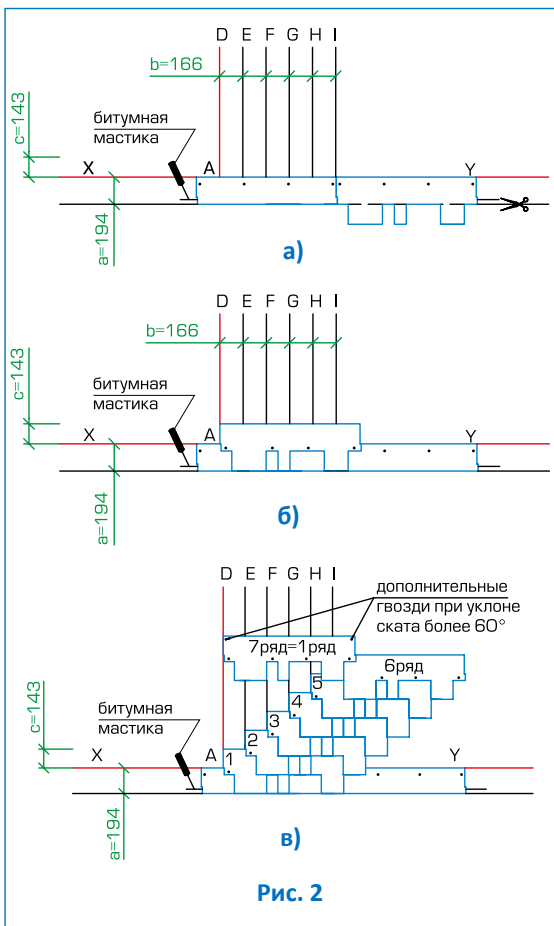

Рис. 2
### Укладка материала (рис. 2)
- Начальный ряд формируется из листов черепицы АЛЬПИН с обрезанными лепестками. Полученные таким образом полосы шириной 19,4 см укладываются по линии карниза в обе стороны от линии I (рис. 2а) и фиксируются по нижнему краю битумной мастикой, а по верхней кромке 4 гвоздями (ось гвоздей на 5 см ниже верхнего края полосы);
- далее первый ряд черепицы укладывается от линии AD (рис. 2б);
- второй ряд укладывается от линии E (со смещением 16,6 см от AD) (рис. 2в);
Каждый лист гибкой черепицы АЛЬПИН крепится 4 гвоздями таким образом, чтобы гвоздь прошивал и верхний край нижележащего листа черепицы (рис. 2в).